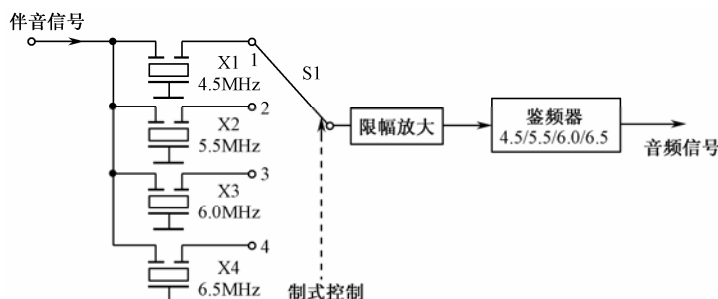

图 8-6 逐个转换法
(2) 逐个切换法 在第二伴音中频处理电路输入端设置 6.5MHz、5.5MHz、6.0MHz、4.5MHz 四个陶瓷滤波器, 由制式控制电路控制电子切换电路, 将选中的伴音中频信号直接送入伴音通道, 电路如图 8-6 所示。